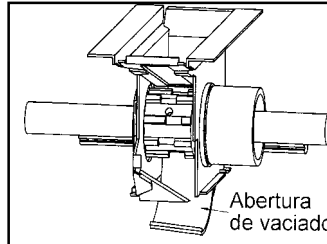

fig. 6
- Vaciar la semilla de la tolva en la bandeja, abriendo totalmente las trampillas (fig. 6).